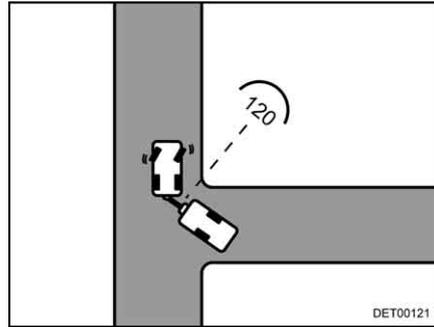

Bild 14 Anfahrt
- Sobald beide Fahrzeuge in einem Winkel von ca. 120° zueinander stehen, anhalten (Bild 14).